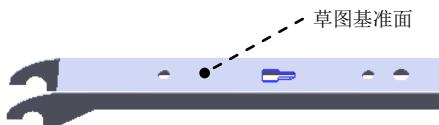

图 12.6.10 切除一拉伸 2
Step6. 创建图 12.6.10 所示的切除一拉伸 2。
- (1) 选择命令。选择下拉菜单 **插入(I)** \rightarrow **切除(C)** \rightarrow **拉伸(E)...** 命令。
(2) 定义特征的横断面草图。
① 定义草图基准面。选取图 12.6.10 所示的表面作为草图基准面。